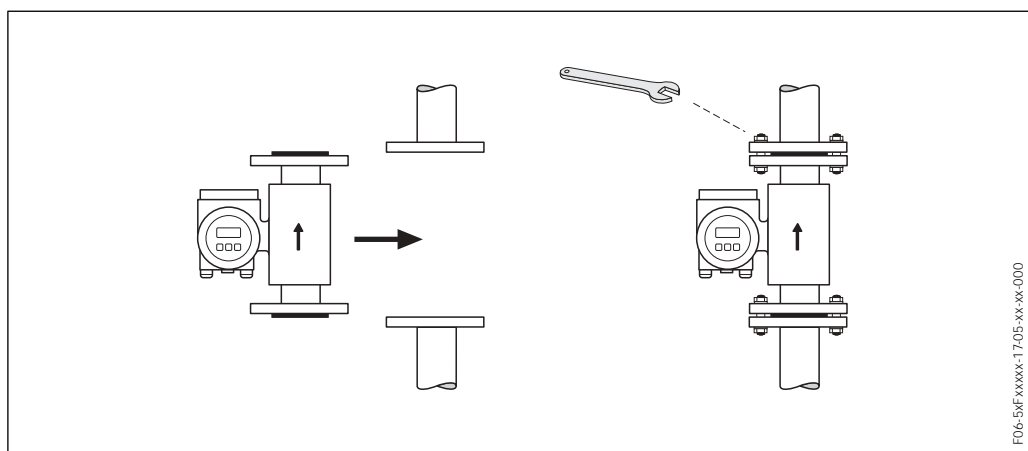

Fig. 18 : Montage capteur Promag P
1. Placer le disque de terre et les joints entre les appareils de mesure et la bride de conduite (v. fig. 18).